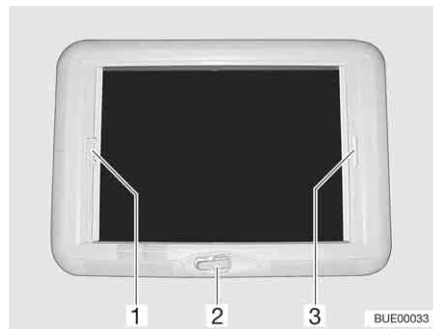

Fig. 90 Oblò a manovella
- Ruotare la manovella (Fig. 90,2) fino a quando non si incontra resistenza (angolo di apertura max. 70°).
- Tirare la tendina oscurante pieghevole per la maniglia (Fig. 90,3) e rilasciarla alla posizione desiderata. La tendina oscurante pieghevole rimane in questa posizione.
- Tirare la protezione contro gli insetti per la maniglia (Fig. 90,1) verso la maniglia contrapposta della tendina oscurante pieghevole (Fig. 90,3) e farla innestare.
- Tirare la maniglia della protezione contro gli insetti (Fig. 90,1) dietro, verso l'alto, e sganciare la protezione contro gli insetti dalla tendina oscurante pieghevole (Fig. 90,3).